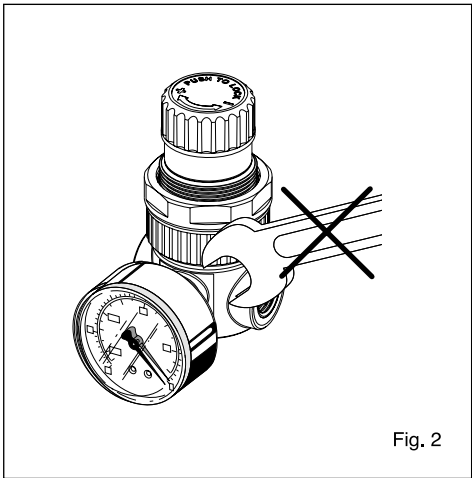

Fig. 2
- Das Manometer ohne Einsatz von Schlüsseln montieren (Abb.2)
- Установите манометр без использования ключей (рис.2)